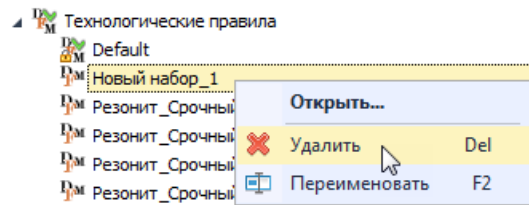

Рис. 131 Удаление шаблона технологических правил
2. Вызовите контекстное меню и выберите пункт «Удалить», Рис. 131. Для данного действия также задана горячая клавиша Delete.